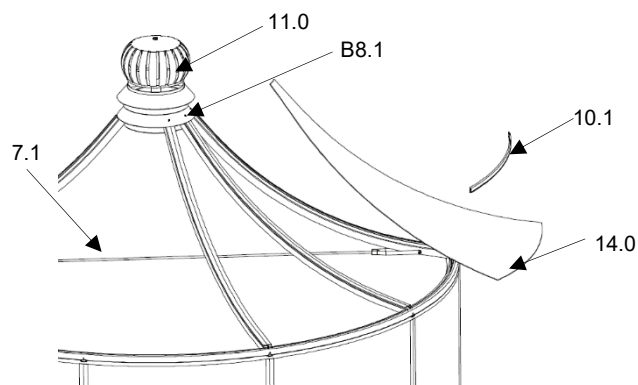

Abb.29
1. beginnend mit der inneren Mittelsprosse (Dach) (7.1) wird diese am unteren Druckring des Dachlüfters (11.0) mit einer Linsen-Blechschaube (B8.1) montiert. (Abb.29)
2. die Mittelsprosse (Dach) (7.1) unten minimal links zur Seite drücken. (Abb.29)
4. Dachverglasung (14.0) von unten nach oben in die Glas-Nut von den Profilen einschieben und einsetzen. (Abb.29)